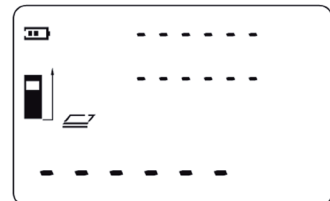

Fig. 8
1. Pour ouvrir le mode de mesure de surface, appuyez sur la touche 4 « Mode » ; la ligne clignotante du symbole  indique la longueur à mesurer (Fig. 8).